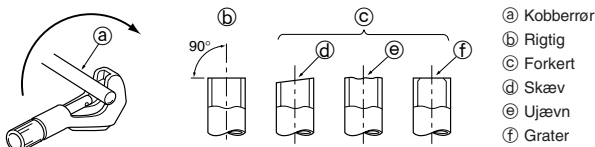

Fig. 5-3
5.2.1. Tilskæring af rør (Fig. 5-3)